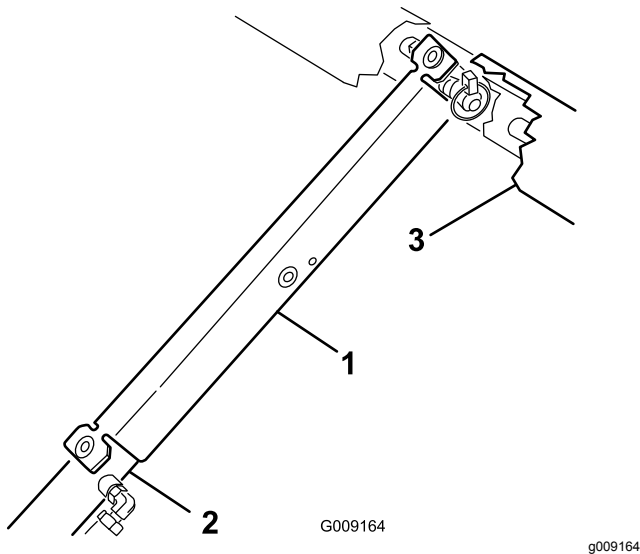

Figura 13
3. Spingete il supporto del pianale sull'asta del cilindro, assicurandovi che le linguette all'estremità del supporto poggino sull'estremità della canna del cilindro e sull'estremità dell'asta del cilindro (Figura 13).